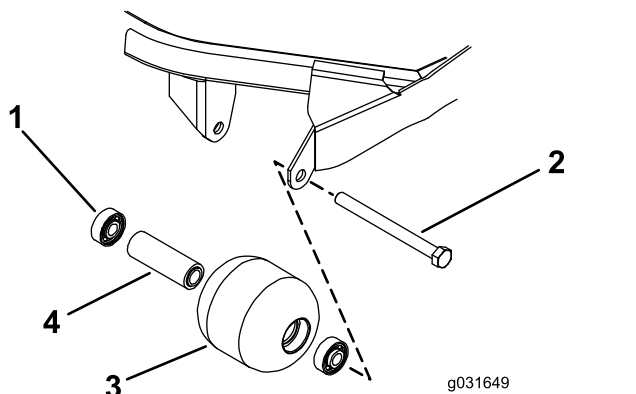

Bild 73
1. Entfernen Sie die Rollenbefestigungsschraube (Bild 73).
- Prüfen Sie das Rollengehäuse, die Lager und das Distanzstück auf Beschädigungen (Bild 73).
- Drücken Sie das erste Lager in das Rollengehäuse, indem Sie nur auf den äußeren Käfig oder gleichmäßig auf den inneren und äußeren Käfig drücken (Bild 73).
- Setzen Sie ein Distanzstück ein (Bild 73).
- Drücken Sie das zweite Lager in das Rollengehäuse, indem Sie nur auf den äußeren Käfig oder gleichmäßig auf den inneren und äußeren Käfig drücken, bis es auf dem Distanzstück aufliegt (Bild 73).